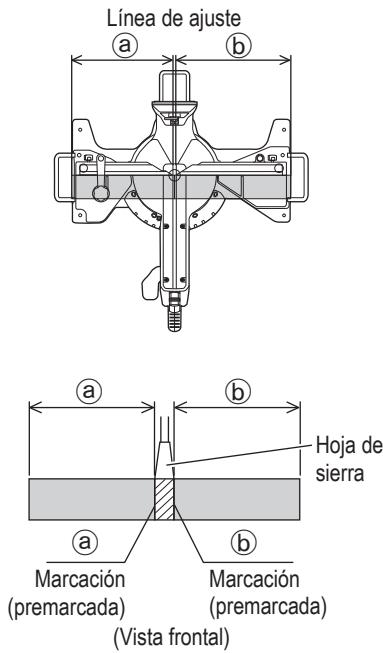

Fig. 33
- (1) Como se muestra en la Fig. 33, la anchura de la hoja de sierra es la de corte. Por lo tanto, deslice la pieza de trabajo hacia la derecha (vista desde la posición del operador) cuando deseé la longitud ②, o hacia la izquierda cuando deseé la longitud ①. Encienda la luz de trabajo LED, proyecte la sombra de la hoja sobre la pieza de trabajo y alinee el lado izquierdo o derecho de la sombra de la hoja con la línea de tinta de la pieza de trabajo.